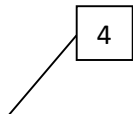
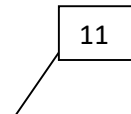

Рисунок 1.
Рисунок 2.
29. Что обозначает нумерация на монтажных схемах, представленная на рис.1, рис.2 и рис.3?